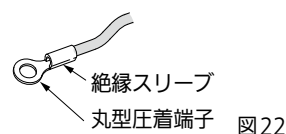

図22
- 端子台への接続は絶縁スリーブ付きの丸型圧着端子を使用してください。アース線接続部への接続は、丸型圧着端子を使用してください。(図22)